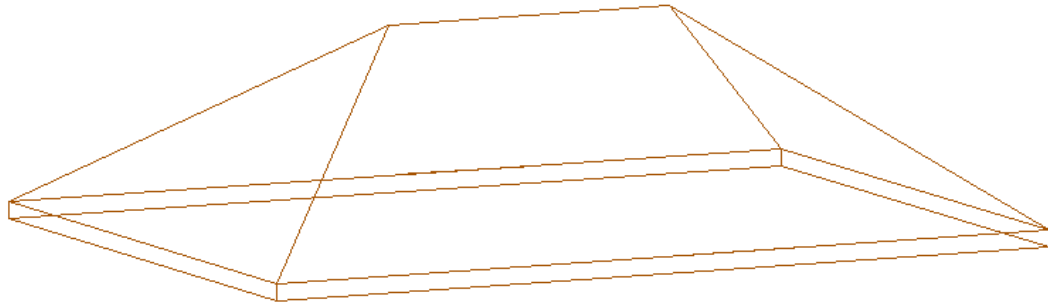

Рис. 27
7. Нажмите ENTER - укажите базовую точку (любую на крыше) - растяните крышу вверх на 2600 мм (Рис. 27)